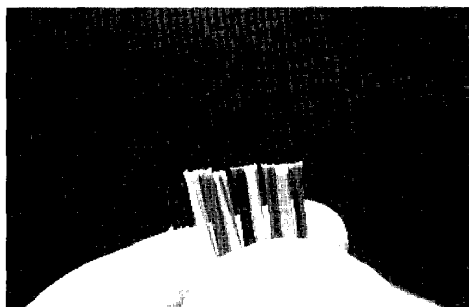
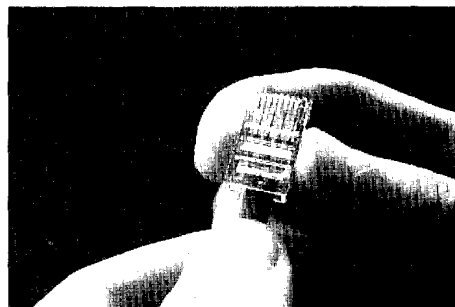

图 1-13 剪齐后的双绞线
图 1-14 插入
(5) 插入：一手以拇指和中指捏住水晶头，使有塑料弹片的一侧向下，针脚一方朝向远离自己的方向，并用食指抵住；另一手捏住双绞线外面的胶皮，缓缓用力将 8 条导线同时沿 RJ-45 头内的 8 个线槽插入，一直插到线槽的顶端，如图 1-13 和图 1-14 所示。